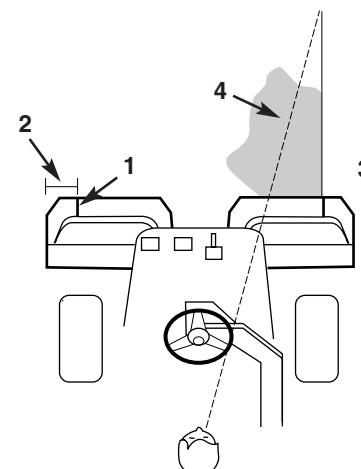

Figure 14
2. Marquer l'endroit d'une bande d'adhésif blanc ou d'une ligne peinte parallèlement au bord extérieur du panier (Fig. 14).
3. Chevaucher légèrement le bord de la bande tondu précédente. Pour travailler en ligne droite et rester à une distance invariable du bord de la bande tondu précédente, viser un point imaginaire à 2 ou 3 mètres (6 à 10 pieds) de la tondeuse, sur la ligne de séparation des zones tondues et non tondues (Fig. 14, 15). Il peut être utile de faire passer la ligne de visée par un point fixe sur la machine, tel que le bord du volant (Fig. 14, 15).